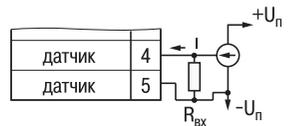

Рис. 6
При подключении этих датчиков к ТРМ101 необходимо использовать внешний нагрузочный резистор, через который будет протекать ток нормирующего преобразователя, и падение напряжения на котором будет измерять прибор. Резистор должен быть прецизионным (типа С2-29В, С5-25 и т.п., мощностью не менее 0,25 Вт, сопротивлением 100 Ом ± 0,1 %) и высокостабильным во времени и по температуре (ТКС не хуже 25×10-6 1/°С). Для питания нормирующих преобразователей необходим дополнительный источник постоянного напряжения. На рис. 6, а приведена двухпроводная схема подключения для датчиков с унифицированным выходным сигналом тока 4...20 мА, а на рис. 6, б – трехпроводная схема подключения для датчиков с сигналом тока 0...5 (20) мА. Значение этого напряжения Un указывается в технических характеристиках нормирующего преобразователя и, как правило, лежит в диапазоне 18...36 В.